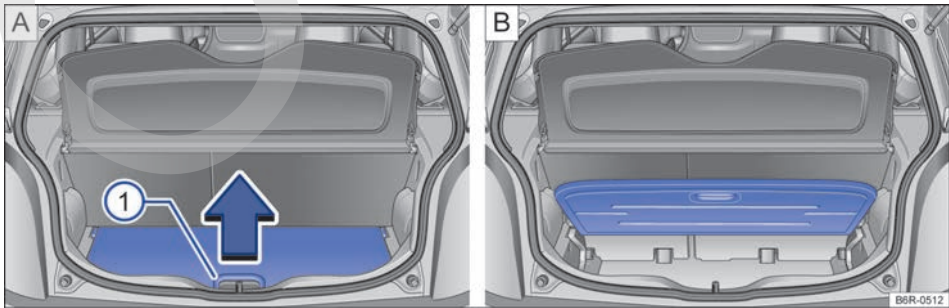

Fig. 105 A: piso variable del maletero rebatido hacia arriba. B: piso variable del maletero abierto.
Para *abrir*, levantar la empuñadura → fig. 105 ① en el sentido de la flecha y rebatir el piso del maletero completamente hacia arriba → fig. 105 B.